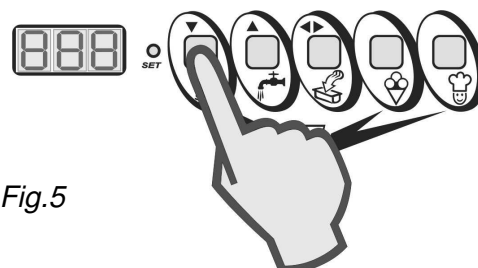

Fig.5
8. Pour quitter la programmation et sauvegarder les modifications, appuyer sur la touche "**STOP**" (Fig. 5).